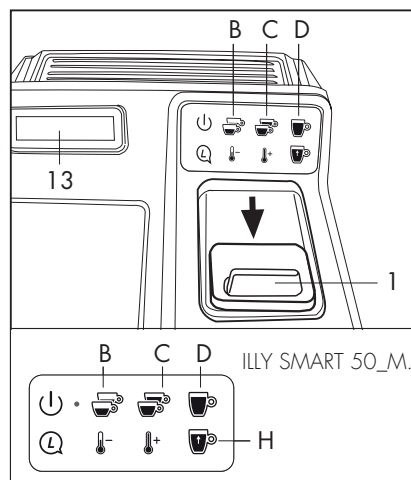

Fig. 14
- Chiudere lo sportello (1).
- Premere uno dei tasti (B) (C) (D) (H solo per il modello ILLY SMART 50\_M.L) per avviare il tipo di preparazione scelta e mantenerlo premuto fino al raggiungimento della dose desiderata. (Fig.14)
- Sul display LCD (13) compare il testo "in erogazione apprendimento".